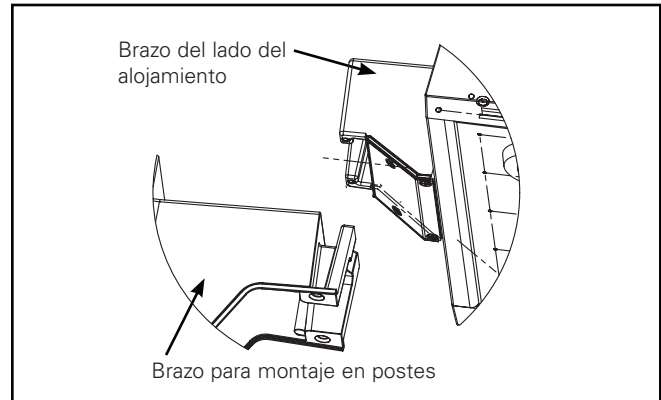

Figura 3.
3. Deslice el luminario sobre el brazo de montaje en poste. Para brazos de montaje rápido (QM) y QMEA: Ajuste el tornillo de cabeza Philips central a 20 in-lb (2,3 N·m). Para brazo QML: instale los (3) tornillos de 1/4-20 (1,27 cm) x 1,25 in (3,17 cm) y apriete a 8 ft-lb (10,84 N·m), apretando primero el tornillo central. (Figura 3)